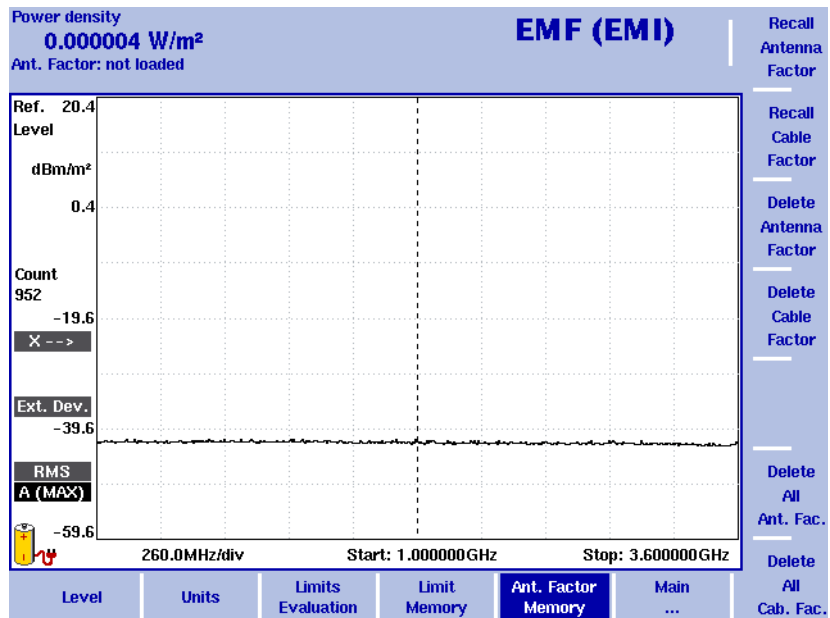

图 57 Antenna Factor 菜单
- 1 在 EMF (EMI) 主菜单中，选择 Level>Ant. Factor Memory。屏幕将显示系统存储的天线系数（参见第 186 页图 57）。